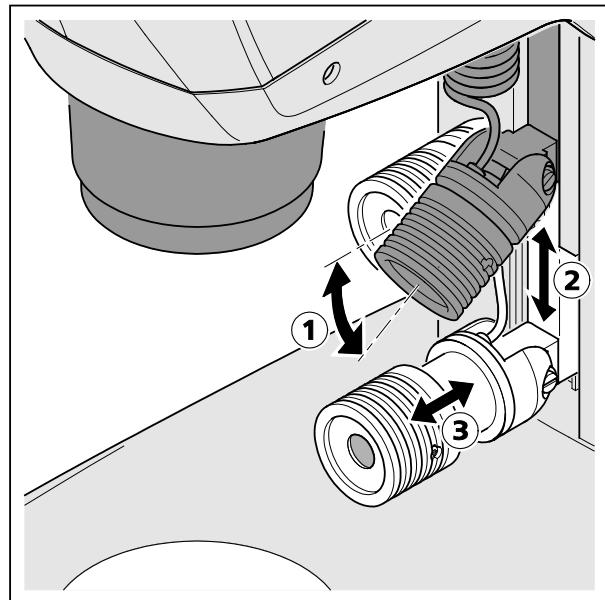

Fig. 21 Aggiustare la lampada spot
- Spingere la lampada spot, la quale si trova nella guida, fino all'altezza desiderata (Fig. 21/2).
- Regolare l'angolo mediante l'articolazione della lampada spot (Fig. 21/1) cosicché l'oggetto sia illuminato in modo ottimale.
- Regolare la grandezza e la luminosità dello spot (zoom d'illuminazione), spostando lateralmente l'elemento di focalizzazione (Fig. 21/3).